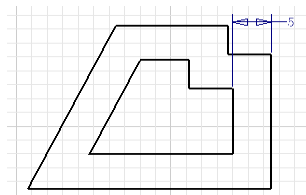

图 2-39 偏移生成的图元
(6) 如果要偏移一个或多个独立曲线，或要忽略等长约束，清除【选择回路】和【约束偏移量】选项上的复选标记即可。图 2-39 所示是经偏移生成的图元示意图。